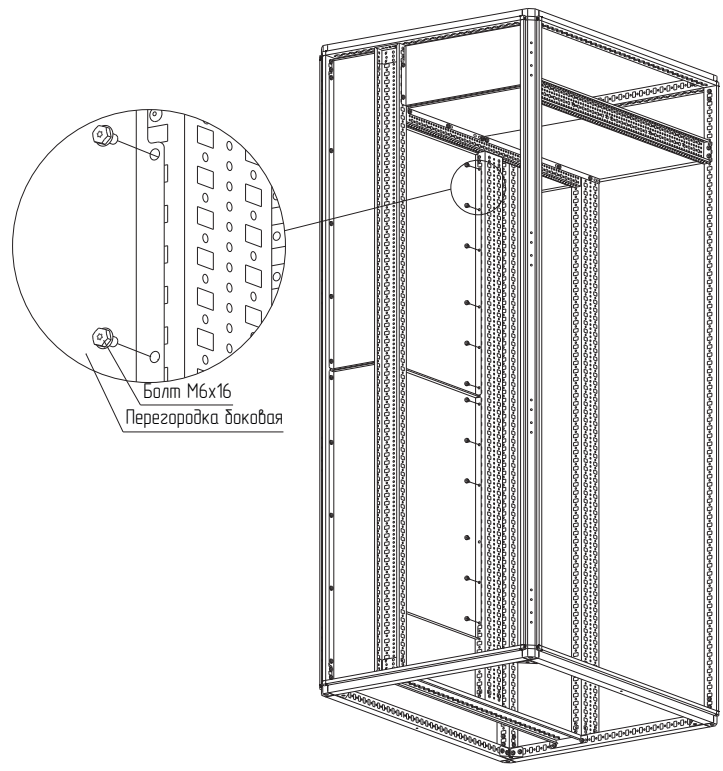

Рисунок 61
4.33.2 Закрепите перегородки на нужной высоте к стойкам болтами М6×16 (рисунок 61). Момент затяжки – 7 Н·м. Болты в комплект не входят.